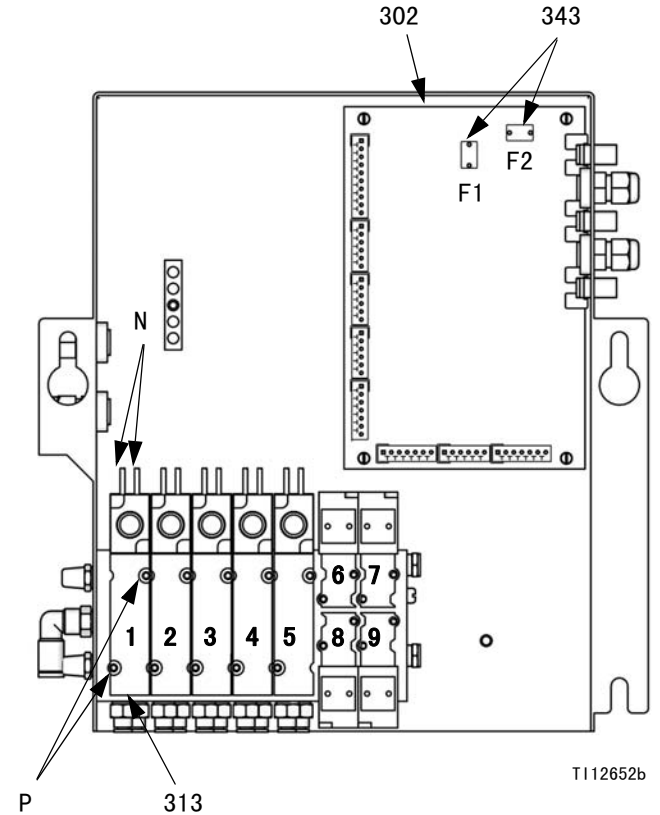

图 22: 更换电磁阀和保险丝
2. 断开控制板（302）上的 2 条电磁阀连线（N）。请参见图 22 和 **系统电路图**（第 33 页）。
2. 将保险丝 F1 或 F2 装在控制板上。参见图 22。卸下螺钉和金属带。